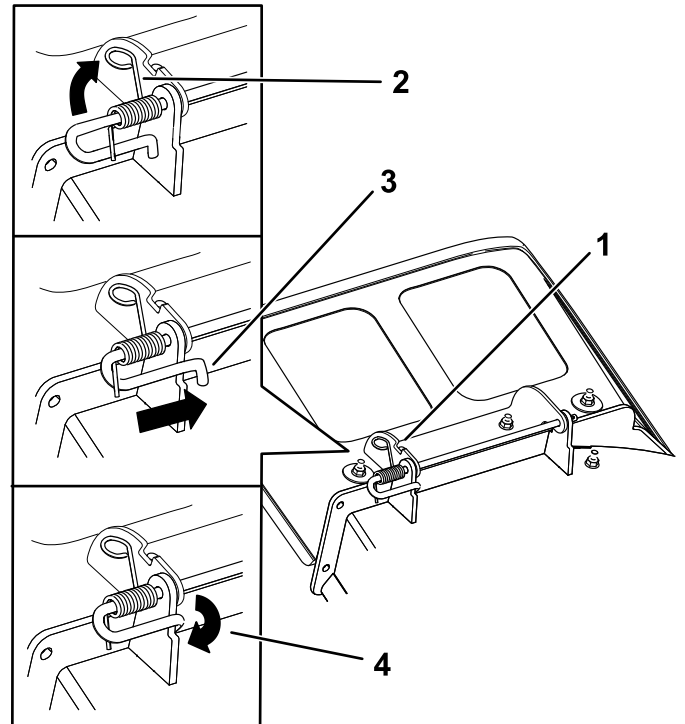

Figura 77
3. Posizionate il nuovo deflettore di scarico con le estremità della staffa tra le staffe saldate sul piatto come mostrato nella Figura 77.
5. Posizionate la molla sull'asta come mostrato nella Figura 77 in modo che l'estremità più corta della molla esca da sotto l'asta prima della curva e torni sopra l'asta al ritorno dalla curva.
6. Sollevate l'estremità ad anello della molla e inseritela nell'intaglio della staffa del deflettore (Figura 77)
7. Fissate il gruppo asta e molla torcendolo in modo tale che l'estremità corta dell'asta si trovi dietro la staffa del tosaerba saldata al piatto (Figura 77).